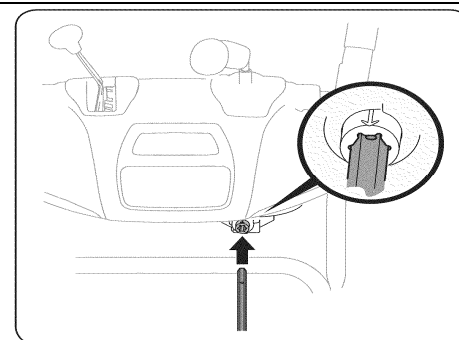

Рис. 7
7. Убедитесь в том, что все тросики расположены с левой стороны от тяги управления желобом. Совместите отверстие тягу со стрелкой на входном валу и установите конец тяги АО входной вал, расположенного под панелью управления джойстика. См. Рис. 7.